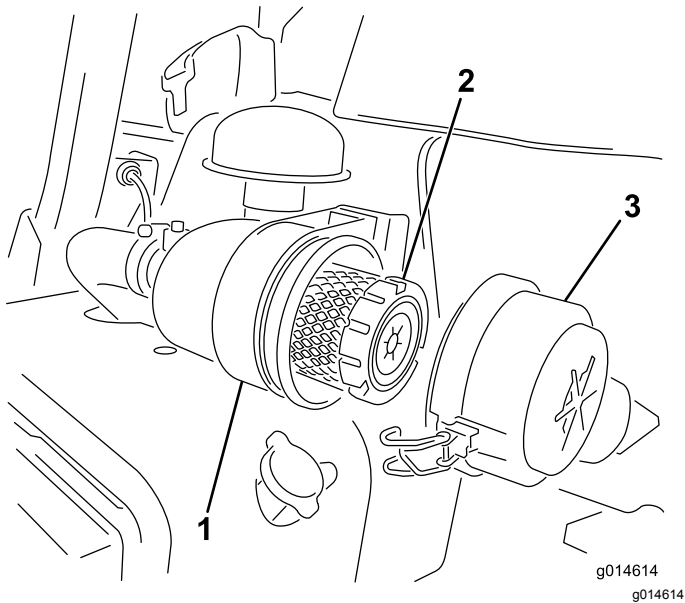

图42
1. 松开将空气滤清器盖固定到空气滤清器壳体上的门锁 图42。
6. 固定搭扣 (图42)。